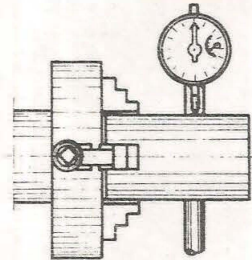

Fig. 5
1. En el caso de piezas mecanizadas cuyo centrado debe ser riguroso, se debe usar un comparador (fig. 5), después del centrado con gramil.